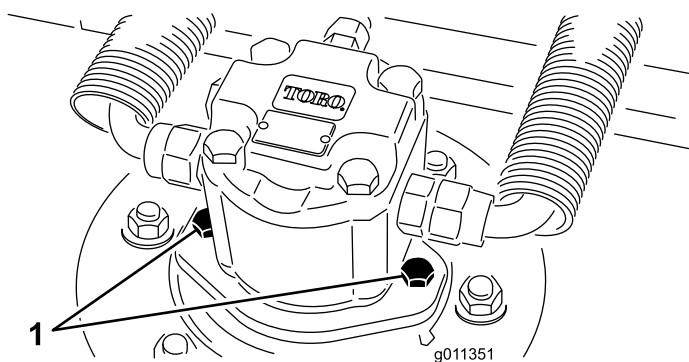

Figura 90
2. Scollegate e staccate il motore idraulico dall'apparato di taglio (Figura 90). Coprite la parte superiore del mandrino per impedire che venga contaminato.
4. Montate il motore idraulico sul piatto di taglio (Figura 90). Verificate che l'O-ring sia in sede e non sia danneggiato.